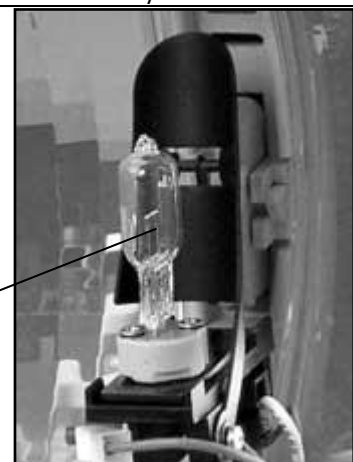

Рисунок 8.1.4.
- Витягнути Лампу «D», потягнувши її вгору (Рисунок 8.1.4.).